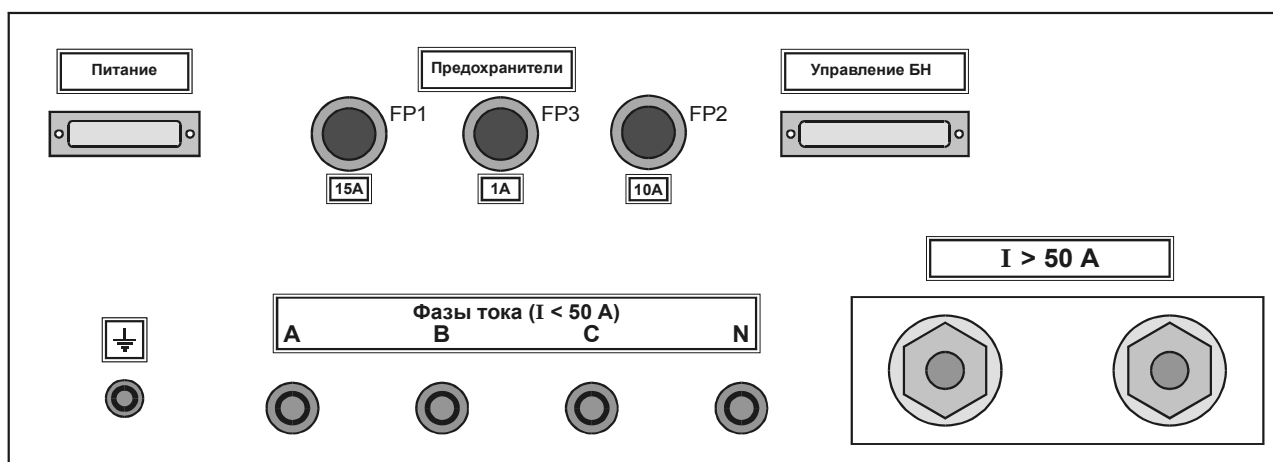

Рис. 5. Задняя панель блока нагрузочного.
6.3.2. Задняя панель блока нагрузочного показана на рис. 5.